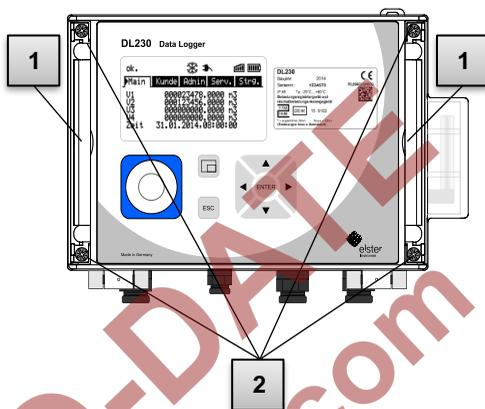

Abb. 26
- Schließen Sie das Gehäuse mit Hilfe der vier Gehäusedeckelschrauben (Abb. 26, Pos. 2).